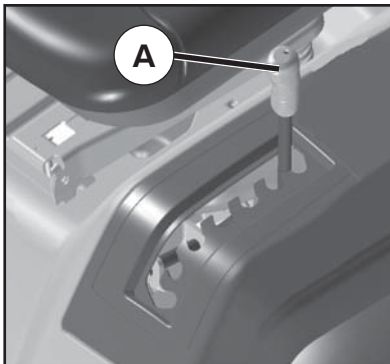

Fig. 18
TO USE CRUISE CONTROL (J) (See Fig. 18)
TO ADJUST MOWER CUTTING HEIGHT (See Fig. 18)